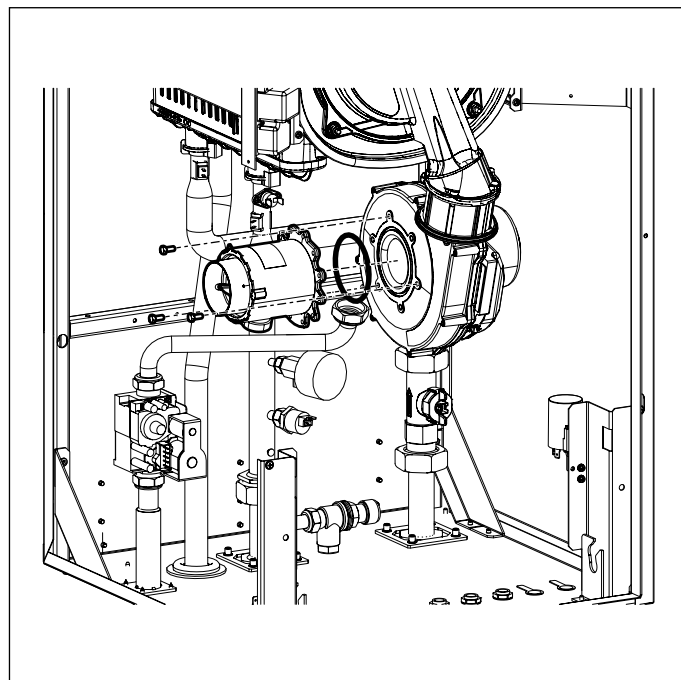

Fig. 33 Mezclador
- Quitar el mezclador desatornillando los tres tornillos Allen (ver Fig. 33 Mezclador).
- Montar el mixer ensamblado al ventilador con los tornillos Allen, teniendo cuidado de reposicionar la junta tórica de estanqueidad entre el mixer y el ventilador (ver Fig. 33 Mezclador).